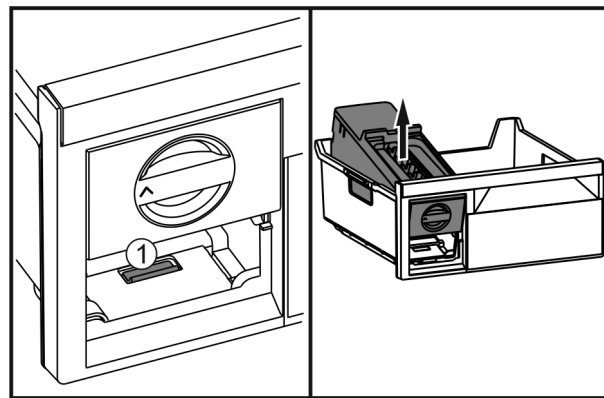

Fig. 80
► 按下卡舌 Fig. 80 (1)，从后面提起 EasyTwist-Ice 并将其从冷冻抽屉中取出。